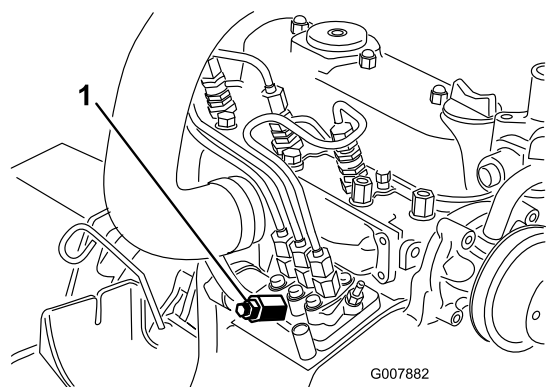

Figura 47
3. Coloque un trapo debajo del tornillo de purga de aire de la bomba de inyección de combustible, y abra el tornillo (Figura 47).